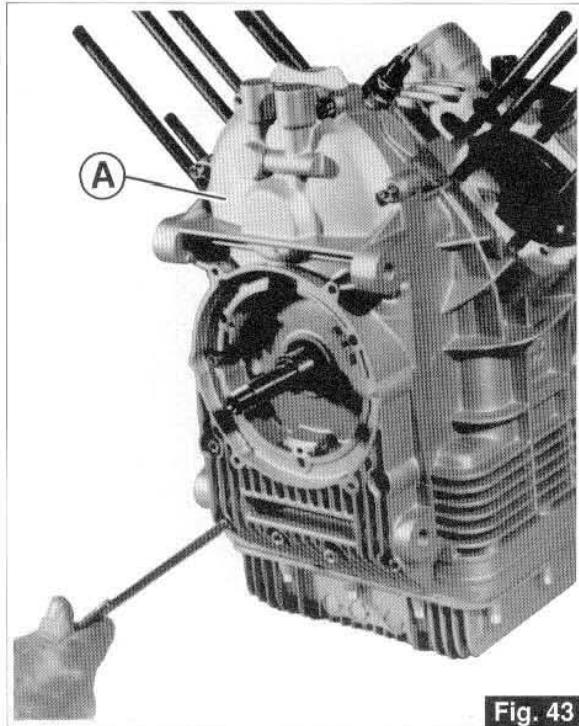

Fig. 43
- Desserrez les 14 vis de fixation couvercle de la distribution «A» (Fig. 43).
- Die 14 Feststellschrauben des Verteilerdeckels «A» (Abb.43) aufschrauben.